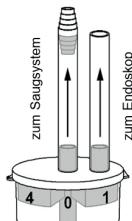

Abb. 1
1. Connectez le tuyau du raccord central du piège au système d'aspiration (Fig. 1).
2. Connectez le connecteur extérieur à l'endoscope (Fig. 1).